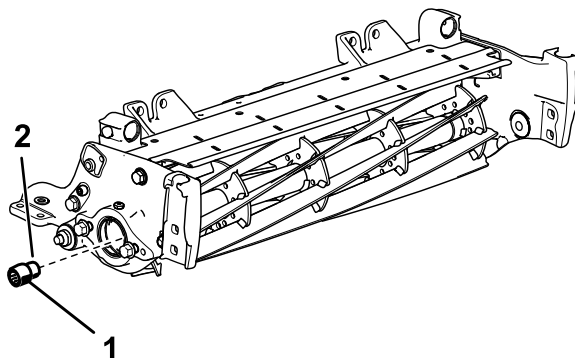

Figure 3
- Retirez l'insert cannelé existant à chaque extrémité de l'arbre de cylindre à l'aide de l'outil spécial (réf. TOR4112 pour le cylindre de 12,7 cm et TOR4074 pour le cylindre de 17,8 cm). Voir Figure 3.